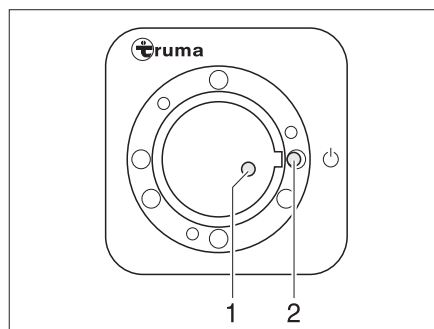
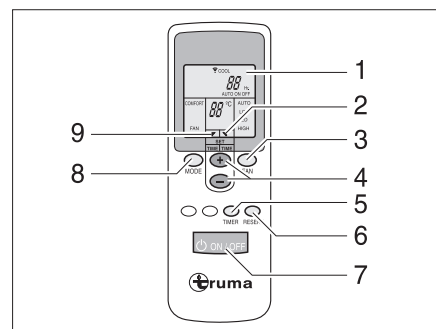

Fig. 200 Receptor
Fig. 201 Mando a distancia
El mando a distancia (Fig. 201) y el receptor (Fig. 200) para la instalación de aire acondicionado se encuentran en la zona de la cocina.
- Conectar el mando a distancia por medio del interruptor (Fig. 201,7). La luz de control verde (Fig. 200,1) indica el funcionamiento de refrigeración.
- Ajustar el modo de funcionamiento deseado con la tecla (Fig. 201,8).
- De ser necesario, ajustar la potencia del ventilador y la temperatura ambiente deseadas con las teclas (Fig. 201,3 y 4). La flecha (Fig. 201,9) indica el modo de ajuste seleccionado.
- ▷ En el receptor se encuentra un pulsador interruptor adicional (Fig. 200,2) con el cual la instalación de aire acondicionado también se puede desconectar o conectar sin mando a distancia. En caso de que se conecte la instalación de aire acondicionado por medio de este pulsador interruptor, automáticamente se seleccionará el último modo de funcionamiento ajustado en el mando a distancia.
- Para desconectar, volver a pulsar la tecla (Fig. 201,7) del mando a distancia.
- Para la programación, conectar la instalación de aire acondicionado con la tecla (Fig. 201,7) del mando a distancia.
- Ajustar el modo de funcionamiento y la temperatura ambiente deseados con las teclas (Fig. 201,8, 3 y 4).
- Seleccionar la función deseada (Fig. 201,1) con la tecla (Fig. 201,5):
- Seleccionar el tiempo de conmutación deseado (de 1 a 15 horas) con las teclas (Fig. 201,4). La flecha (Fig. 201,2) parpadea e indica el modo de ajuste seleccionado.
- ▷ Con la tecla (Fig. 201,6) se realizan transmisiones repetidas de los ajustes del mando a distancia al emisor.